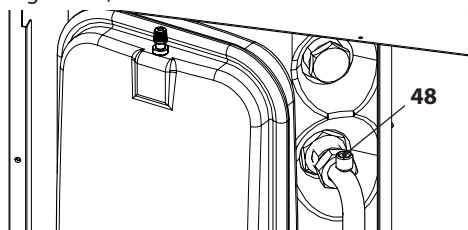

Figura 6.4
- Allentare lo sfiato serpentino bollitore 48 (Figura 6.4).
- Riempire l'impianto di riscaldamento vedi sezione "Riempimento del circuito riscaldamento" a pag. 17 e richiudere lo sfiato serpentino bollitore 48 in Figura 6.4 quando da questo inizia ad uscire acqua.